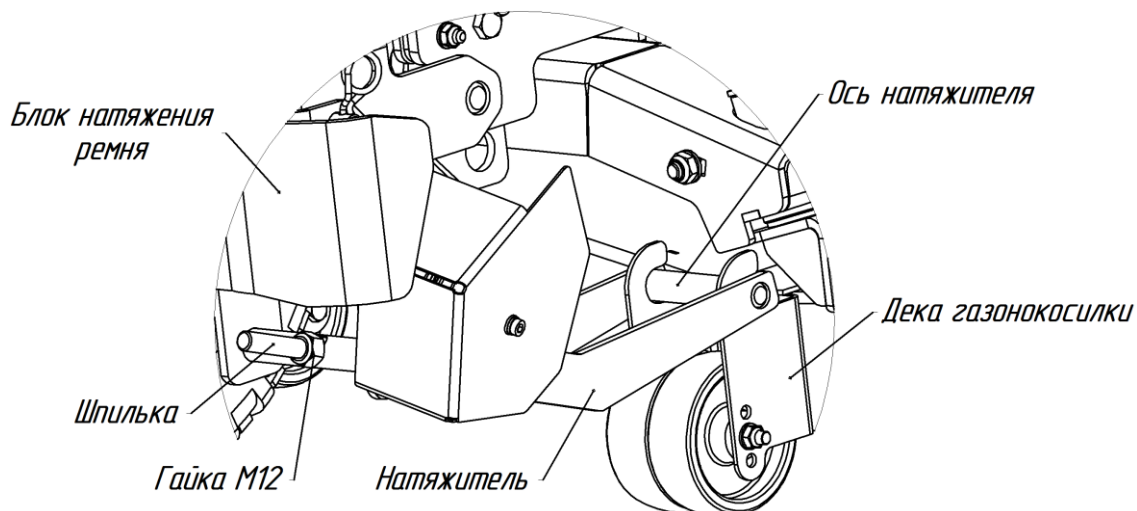

Рис.7. Установка натяжителя.
затягивая соединение (рис.7).
13. Отрегулируйте положение деки газонокосилки шпилькой и затяните гайку М12 (рис.7).